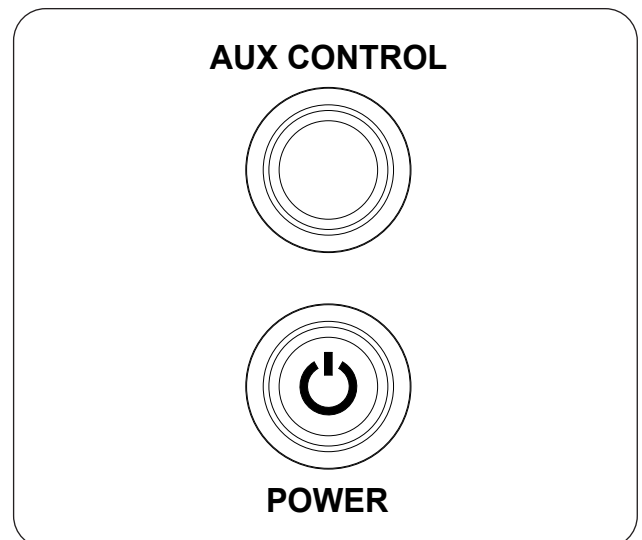

Fig. 38-1 Opération manuelle:
1. Localisez le bouton **POWER** sur le panneau de commande et appuyez dessus (voir Fig. 38-1). Le voyant s'allumera pour indiquer que le système est activé et prêt.
2. Localisez le bouton **AUX CONTROL** sur le panneau de commande et appuyez dessus (voir Fig. 38-1). Le voyant s'allumera et la séquence d'allumage du brûleur commencera.
Pour éteindre le brûleur (le système restera allumé), appuyez sur le bouton **AUX CONTROL** (voir Fig. 38-1).
Pour arrêter le brûleur et le système (arrêt total), appuyez sur le bouton **POWER** (voir Fig. 38-1).